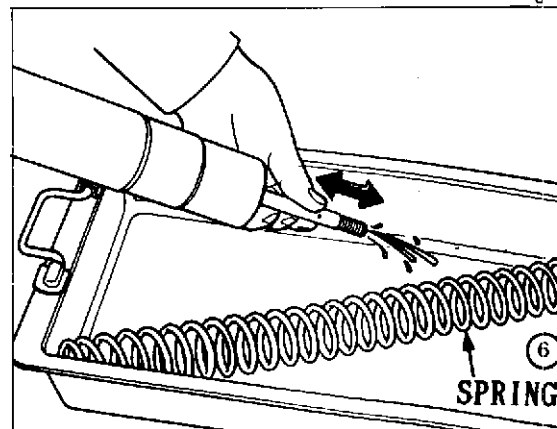

Fig. 3
- 6) Scaricare l'olio muovendo alternativamente 8-10 volte la gamba e l'asta pistone (Fig. 3).